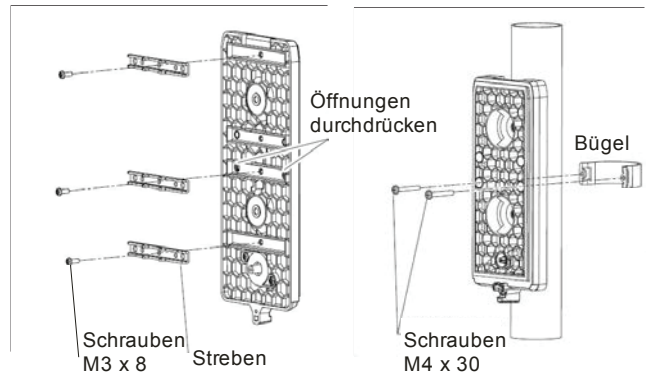

Abb. 3 Vorbereitung für die Installation an einem Pfosten
2. Installieren Sie die Gehäuserückseiten an der gewünschten Stelle. Bei der Installation direkt auf einer Oberfläche (Wand) - drücken Sie zwei Löcher durch die Gehäuserückseite für Schrauben. Die Gehäuserückseiten können auch mit Hilfe der mitgelieferten Clips an einem Pfosten von 43 - 48 mm Durchmesser installiert werden. Verwenden Sie bei der Installation an einem Pfosten die Streben und Clips, siehe Abb. 3.